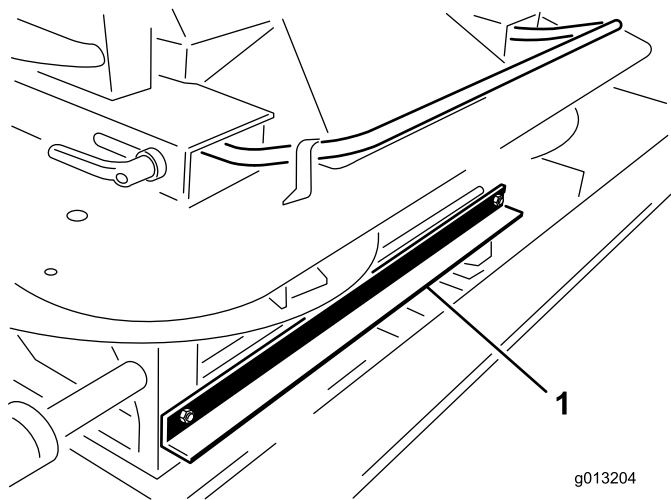

Рисунок 4
3. В передней части двухдискового разбрасывателя удалите 2 болта и 2 гайки, которые крепят транспортировочный кронштейн подъемного устройства машины к двухдисковому разбрасывателю (Рисунок 4).